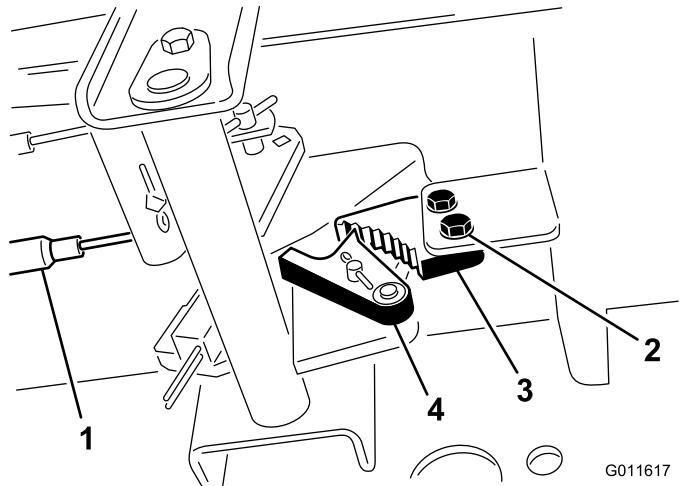

Figure 44
1. Desserrez les 2 vis qui fixent le cliquet du frein de stationnement au cadre (Figure 44).
2. Appuyez sur l'avant de la pédale du frein de stationnement jusqu'à ce que le verrou s'engage complètement sur le cliquet du frein (Figure 44).